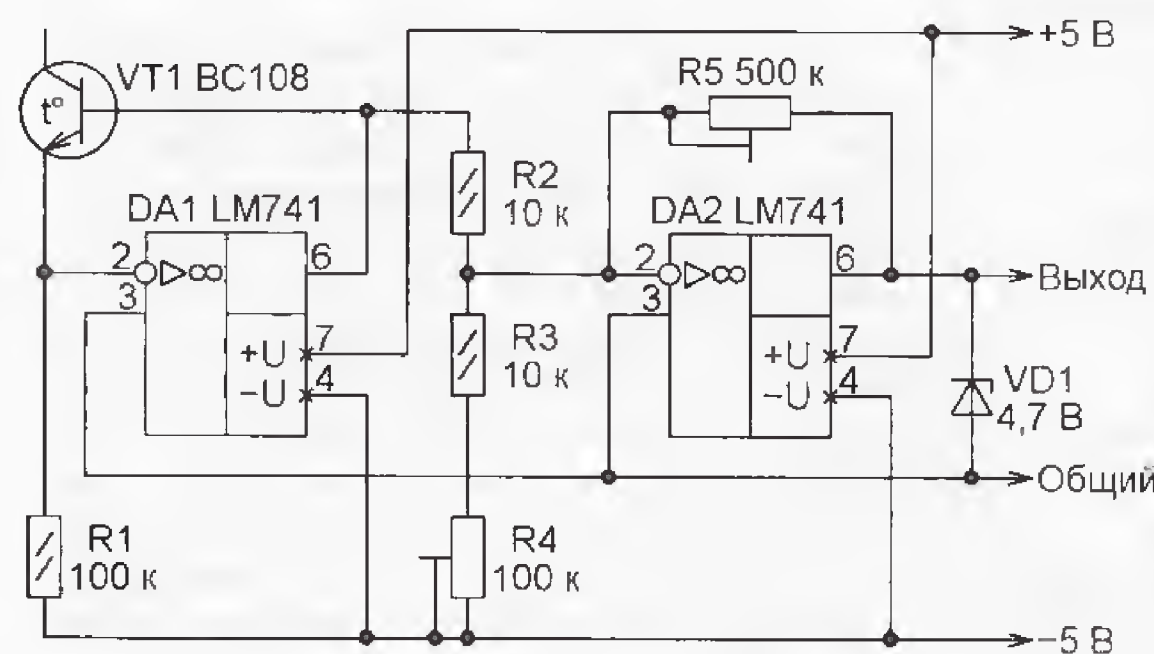

Рис. 8
**Приставка к вольтметру для измерения температуры** (рис. 8 <<http://www.electronicshobby.com/electronicshobby/lab/freecircuitslist.asp?id=587&title=Digital%20Thermometer>>), автор — R. Gorkhali. Датчиком температуры служит транзистор VT1, ток через его эмиттерный переход поддерживает неизменным ОУ DA1. Поэтому напряжение на выходе ОУ линейно зависит от температуры датчика. Подстроечным резистором R4 напряжение на выходе приставки устанавливают равным нулю при температуре 0 °С. Затем подстроечным резистором R5 регулируют коэффициент передачи масштабирующего усилителя на ОУ DA1.2 так, чтобы показания вольтметра, к которому подключена приставка, стали численно равны текущей температуре датчика в градусах Цельсия. Эти операции рекомендуются повторить несколько раз. В результате достигается погрешность измерения, не превышающая ±1 °С. Максимальная измеряемая температура зависит от предельной рабочей температуры датчика. Для применённого автором транзистора BC108 — 150 °С. В качестве датчика вместо транзистора можно применить любой кремниевый диод.